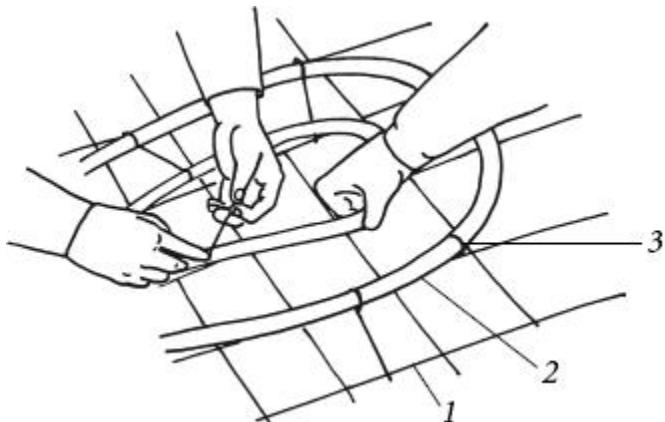

Рис. 29. Монтаж трубопровода водяного теплого пола: 1) армирующая сетка; 2) трубопровод; 3) крепление проволочными хомутами
3. По теплоизоляции или стяжке производят монтаж теплого пола. Сначала по имеющейся поверхности расстилают стальную армирующую сетку с размером ячейки 15 см и диаметром стержней 4 – 5 мм, закрепляя ее монтажным методом. Затем приступают к монтажу трубопровода, закрепляя трубы пластиковыми хомутами по армирующей сетке (рис. 29). Хомуты могут быть также закреплены на дюбели. Возможен монтаж труб на прочный утеплитель (например, ЭППС) с помощью специальных клипс и зажимов без установки армирующей сетки. Для системы выбирают трубы из полиэтилена или металлопластика диаметром 2 см или более.